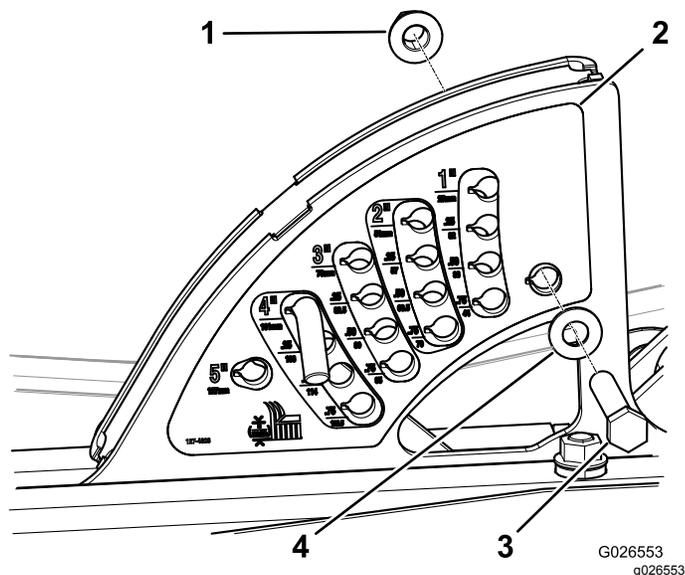

Figura 6
3. Affiggete il nuovo adesivo dell'altezza di taglio sulla staffa. (Figura 6).
4. Installate il bullone ($\frac{1}{2}$ " x $2\frac{3}{4}$ "), la rondella piana e il dado di bloccaggio ($\frac{1}{2}$ " nel foro posteriore inferiore del nuovo adesivo, come mostrato nella Figura 6.